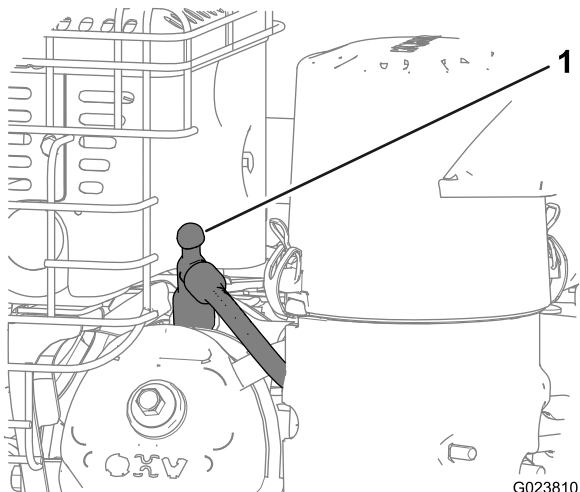

Рисунок 19
3. Отсоедините провод свечи зажигания и держите его в стороне от свечи для предотвращения случайного пуска двигателя (Рисунок 19).